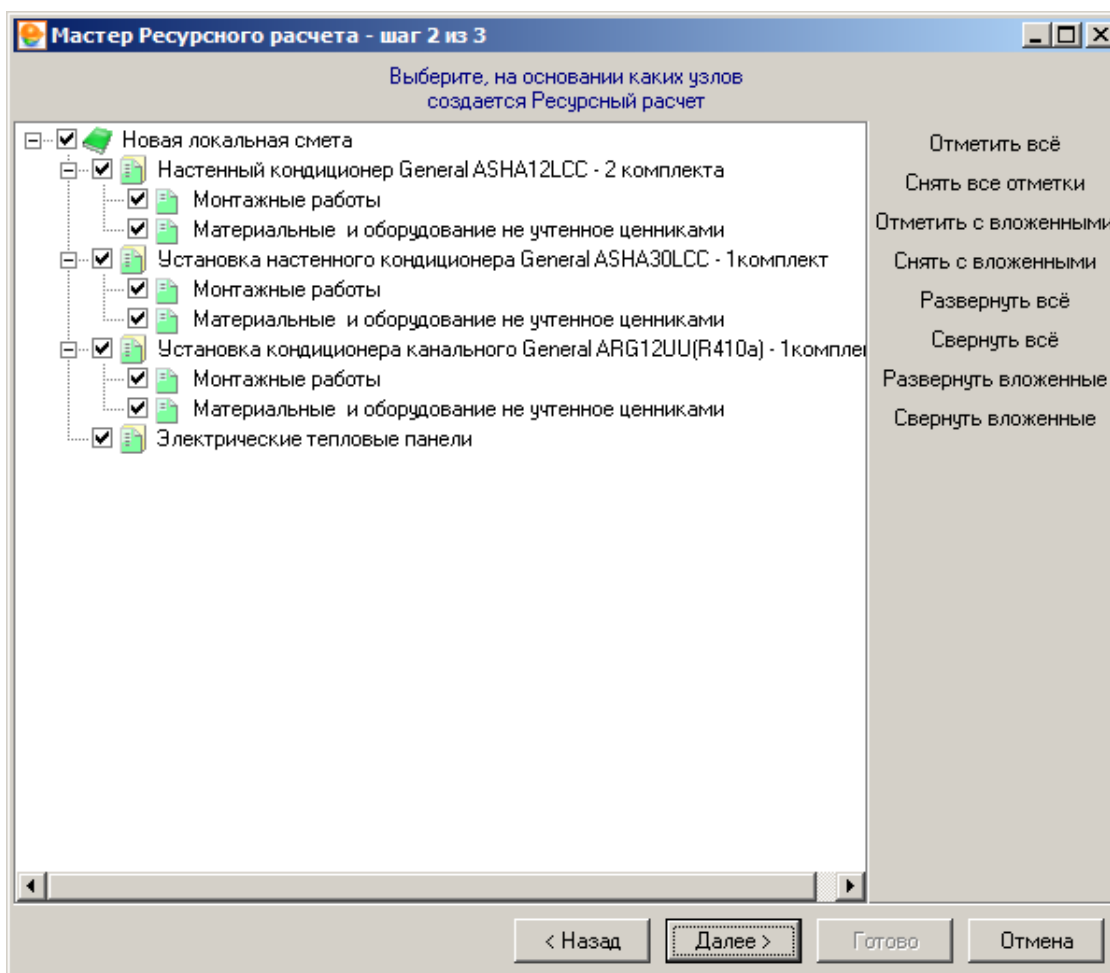

Рис. 3. Мастер создания ресурсного расчета, шаг 2
**2 шаг.** Отметьте элементы структуры объекта, по которым будет сформирован расчет (см. рис. 3).